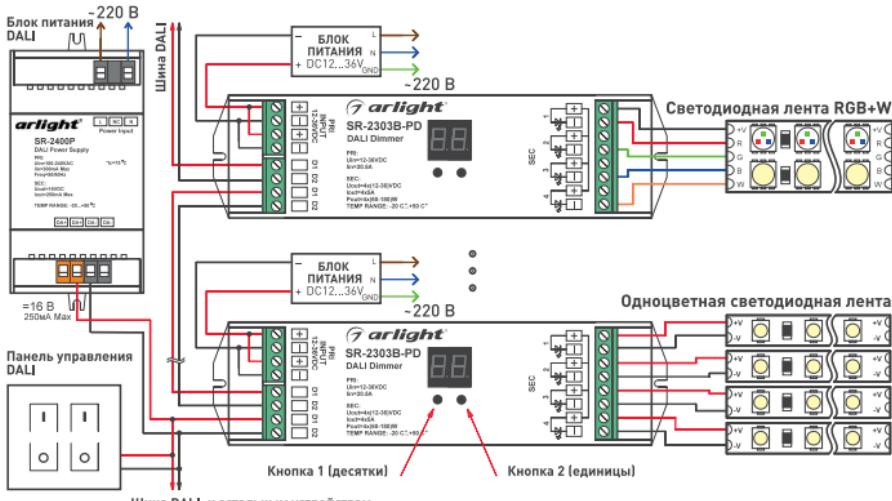

Рис.1. Схема подключения диммера для использования с одноцветной и RGBW лентой.
- Подключите светодиодную ленту или другой совместимый светодиодный источник света к выходу диммера, соблюдая полярность и порядок подключения проводов [Рис. 1].